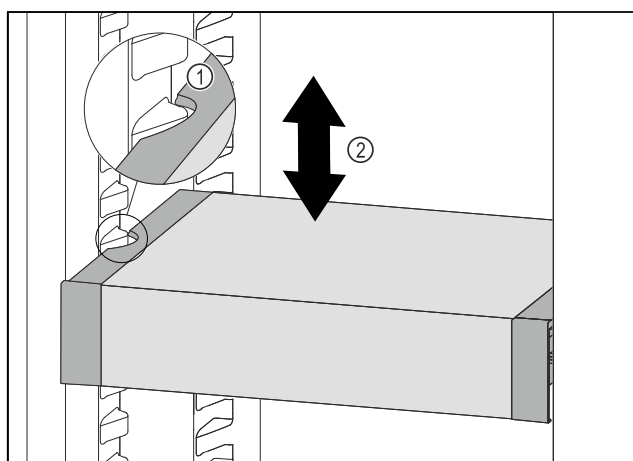

Fig. 155
- Tirare VarioSafe in avanti fino a quando le cavità laterali di VarioSafe non si trovano al livello della nervatura del contenitore nel vano frigorifero. Fig. 155 (1)
- Spostare VarioSafe verso l'alto o verso il basso nel vano frigorifero fino a raggiungere l'altezza desiderata. Fig. 155 (2)